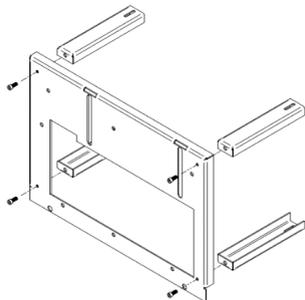

Figure 30 – Montage de la table-support
- Travailler sur une surface protégée. Assembler les quatre pieds de la table avec quatre vis M8x20mm DIN912 comme le montre la figure 30, ne serrer qu'à la main, pour faciliter la réalisation du reste du montage.